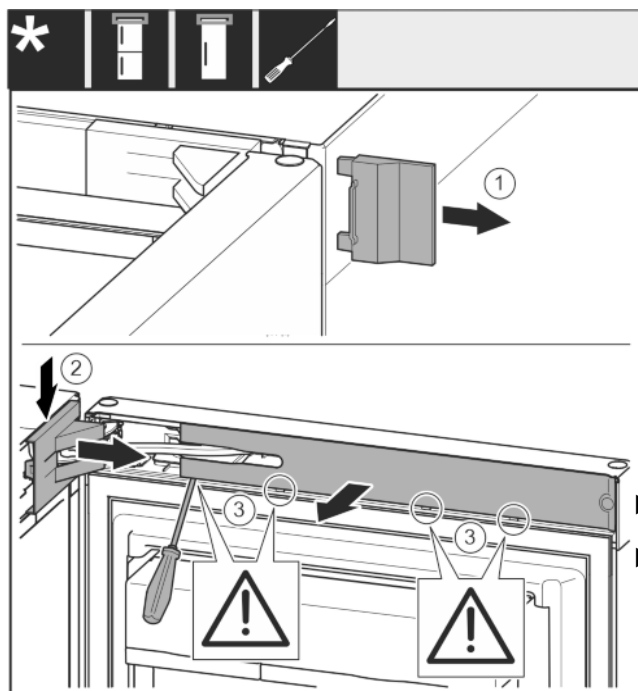

Fig. 6
- ▶ Skinite vanjski pokrov. *Fig. 6 (1)*
- ▶ Otkopčajte i otpustite pokrov podloška ležaja. Skinite pokrov podloška ležaja. *Fig. 6 (2)*
- ▶ Ravnim odvijačem otkopčajte masku i zakrenite je u stranu. *Fig. 6 (3)*